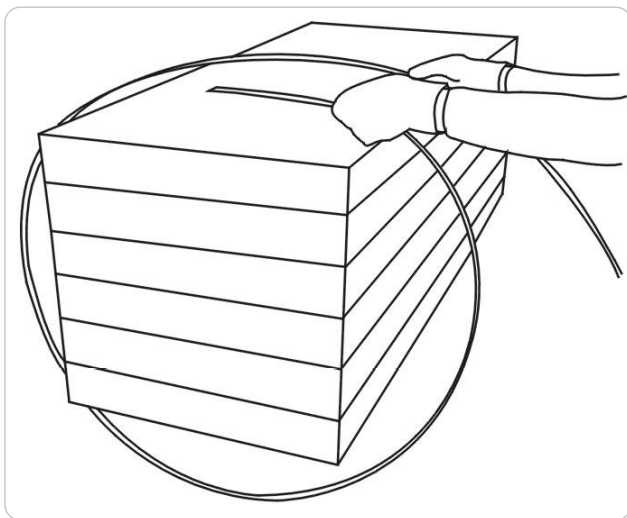

Abbildung 1
1. Führen Sie das Band um das Paket, wie in Abbildung 1 dargestellt. Das Ende des Umreifungsbands sollte mit der linken Hand festgehalten und Zug mit der rechten Hand ausgeübt werden.